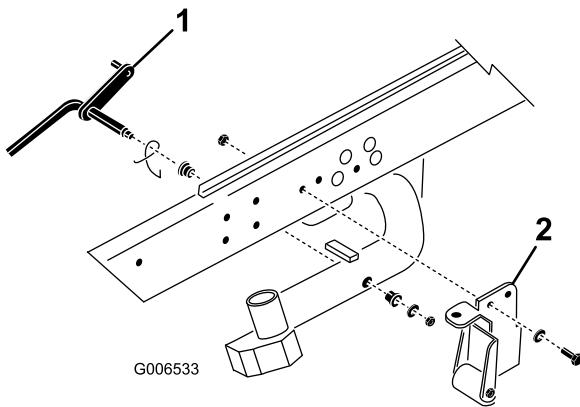

図 9
1. ピボット・ロッドを昇降アーム2番に固定しているロックナットとワッシャを外す(図 9)。昇降アームから、ピボット・ロッドとスプリングを取り外す。昇降アーム1番および3番にも同じ作業を行う。
注 DPAカッティングユニットを使う場合には、ティッパー・ブラケットとティッパー・サポートは必要ありません(図 9)。外しても差し支えありません。